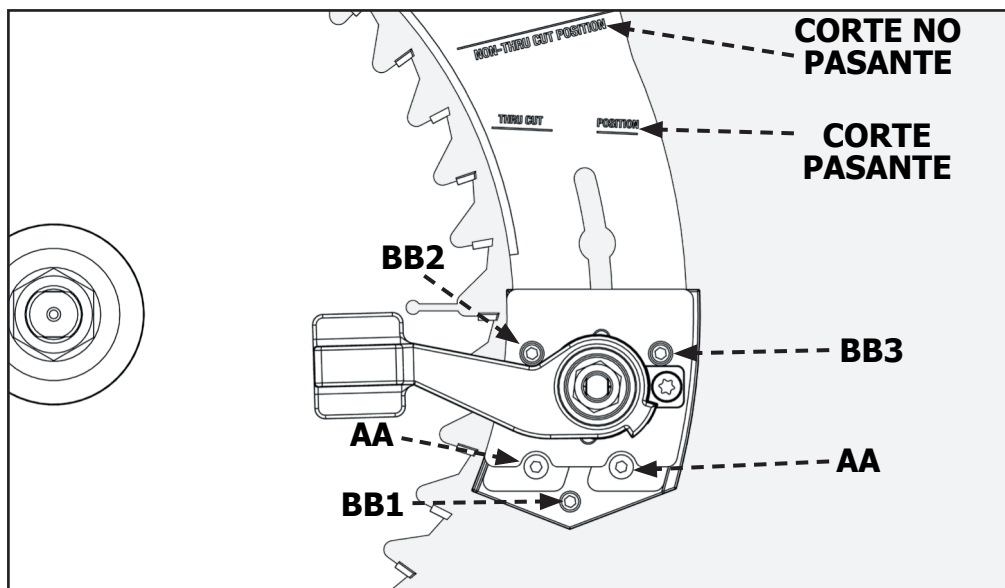

FIGURA 55
**NOTA:** El separador se ubica en esta posición para los cortes "NO PASANTES" y además en esta posición cuando se lo empaqueta para el envío. Apunte a la ubicación para la POSICIÓN PASANTE como se muestra en la Figura 55. (El operador deberá ajustar el separador en esta posición cuando realice los cortes "PASANTES").